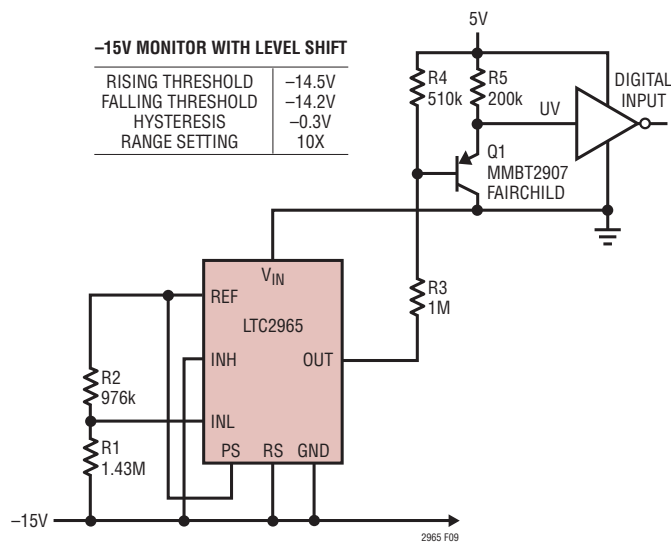

図9. 5Vデジタル入力への出力レベルシフトを備えた負電圧モニタ
-15V電源をモニタするよう構成されたLTC2965に、5V電源へのレベルシフト出力を付加した回路を図9に示します。Q1は5Vシステムのデジタル入力を-15V電源からバッファしており、UVがGNDより低い電圧にならないようになっています。OUTピンは、R3およびR4で構成された抵抗回路網を介してQ1のベースを駆動します。R4/R3 ≥ 0.4を維持して、UVをグランドにするための適切なベース電流を確保します。露出パッドがある場合は、LTC2965のGNDピンに接続するか、開放のままにしておきます。